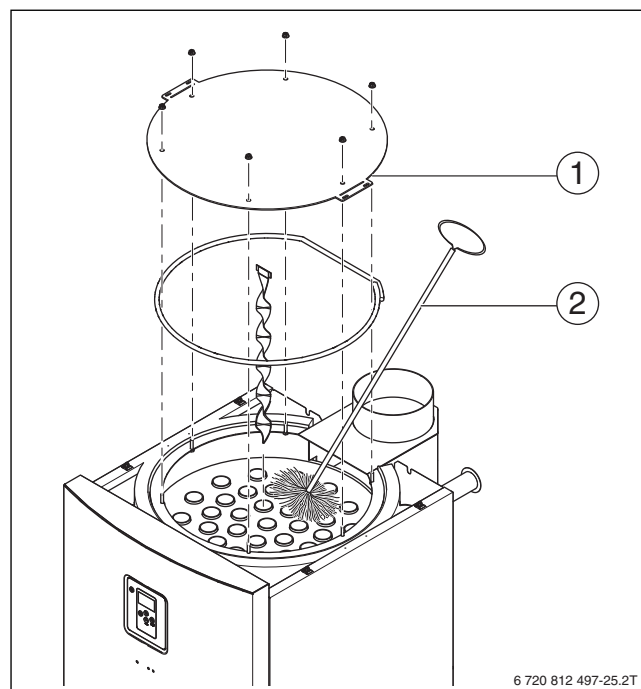

Рис. 36 Чистка газоотводящих каналов
- ▶ Снимите крышку люка для чистки с коллектора дымовых газов (→ рис. 36 [1], стр. 33).